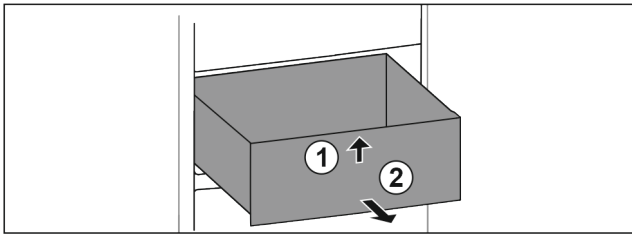

Fig. 64
- ▶ Приподнимите выдвижной ящик спереди. Fig. 64 (1)
- ▶ Извлеките выдвижной ящик движением вперед. Fig. 64 (2)